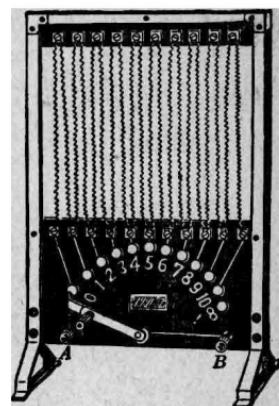

图 77 轉柄变阻器
轉柄变阻器的构造如图 77 所示。图中的黑色部分表示絕緣板，絕緣板上固定着許多方形金屬片，上、下方的金屬片之間連着螺旋形的合金線。下方的各块金屬片，分別跟固定在絕緣板上的接触釘相连。絕緣板上还装有一个金属轉柄，轉动轉柄，可以使它跟任何一个接触釘紧密接触。使用这种变阻器的时候，把接綫柱 A、B 接在电路里。如果使轉柄跟左方第三个接触釘接触，左方的四条合金線就連入了电路。改变轉柄接触的接触釘，就改变了連入电路的合金線條数，电阻也就随着改变。
(4) 图 77 所示的轉柄变阻器，当轉柄跟哪个接触釘接触的时候，所有的合金綫都連入了电路？当轉柄跟哪个接触釘接触的时候，所有的合金綫都沒有連入电路？当轉柄跟标着“ ∞ ”的接触釘接触的时候，电路中有电流嗎？